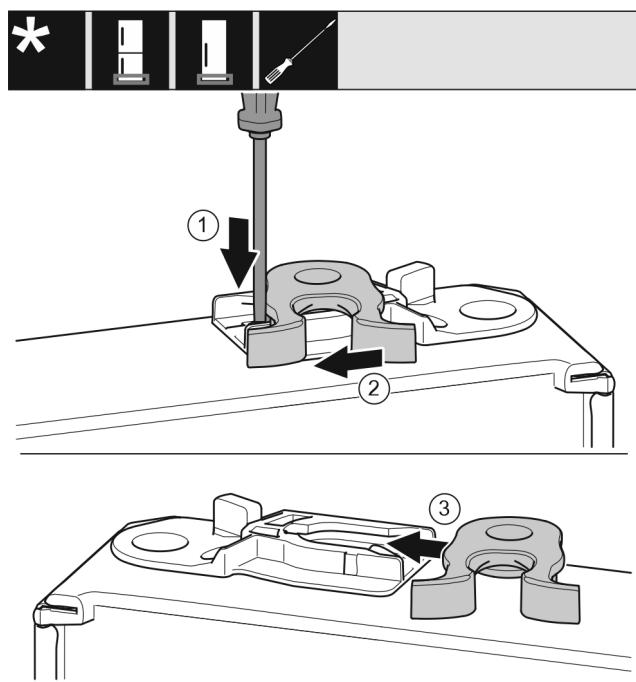

Fig. 15
- S ploščatim izvijačem potisnite spono navzdol. Fig. 15 (1)
- Zapiralni kavelj povlecite iz vodila. Fig. 15 (2)
- Zapiralni kavelj na drugi strani potisnite v vodilo. Fig. 15 (3)